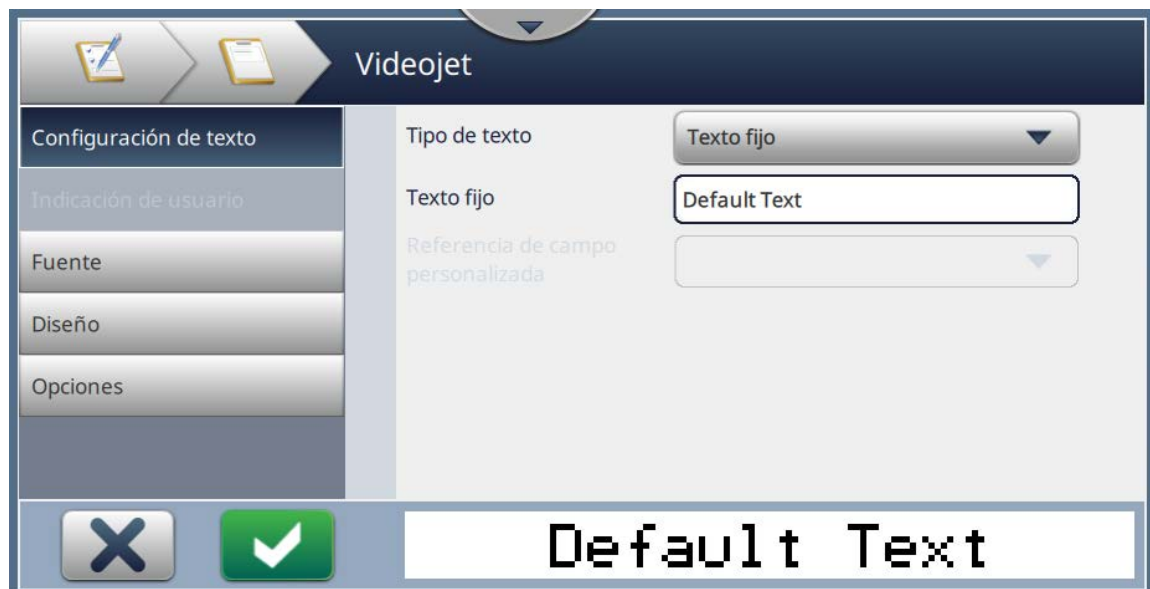

Figura 5-5: Pantalla Ajustes de campos
8. Cambie los parámetros según sea necesario en la pantalla de configuración para el campo seleccionado, como se muestra en la Figura 5-5. Pulse el botón  para guardar el formato requerido del campo.